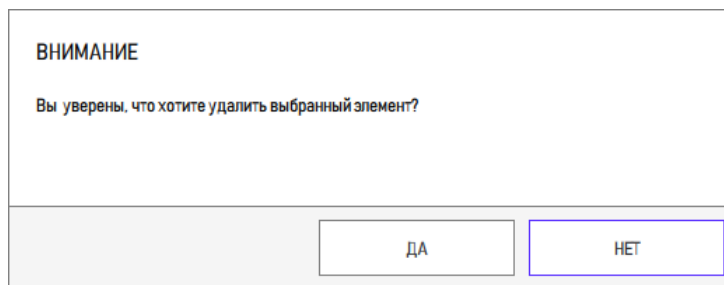

Рисунок 161 – Диалоговое окно для подтверждения действия
4) В открывшемся диалоговом окне нажать кнопку «Да» для подтверждения действия (рисунок 161).